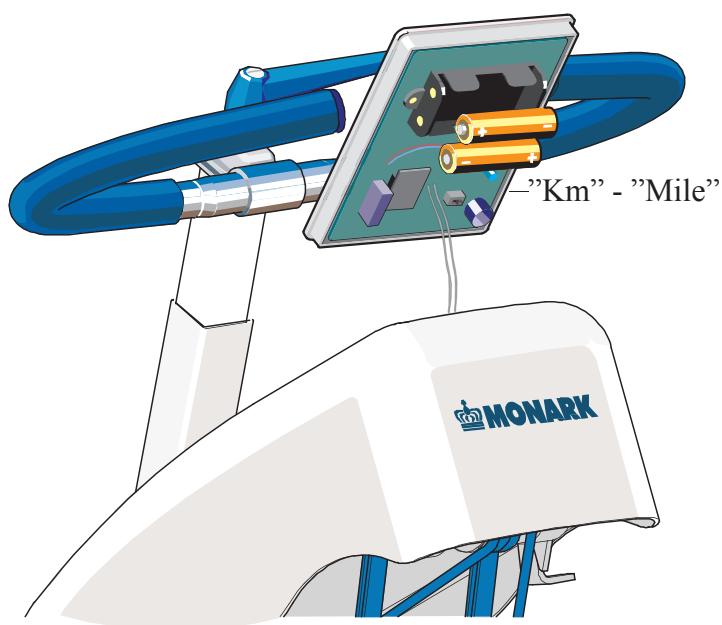

Fig. 10
Batteripaketet kan nås från instrumentkåpanns undersida. Var noga med att montera de nya batterierna rätt polvända. Se fig. 10.
Batterierna, 2 st 1.5V storlek R6 (AA), som sitter i en hållare på mätarens baksida kan då lätt bytas. Se fig.10.